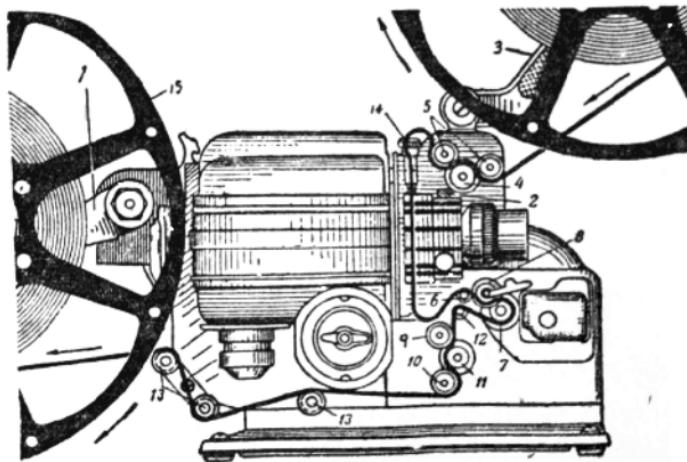

图 5 放映机装好影片后的情况
1. 输片部分 它包括下列主要零件（参看图 5）。
（2）滑轮——是使影片在输片部分按一定方向走动的机件。它的形状随所在位置的不同而有差别，因而作用也不一样。FL-16 型放映机上共有滑轮 10 个，如图 5 中之 5、6、8、12、9、10、13 等。